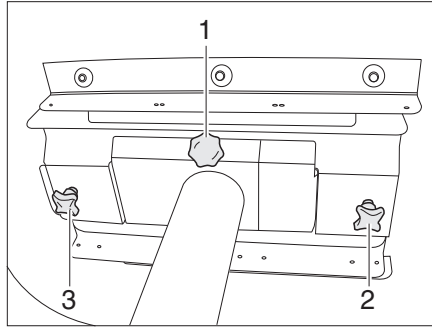

Fig. 79 Table fixe (vue de dessous)
- Dévisser les vis de fixation (Fig. 79,2 et 3).
- Dévisser la vis de fixation (Fig. 79,1).
- Desserrer les vis moletées (Fig. 79,2 et 3).